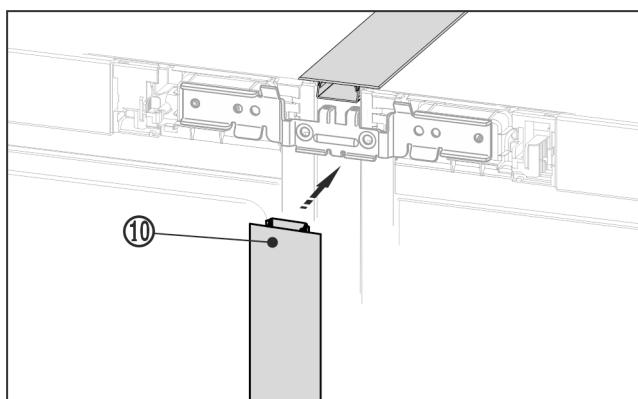

Fig. 22
- ▶ Trykk den lange dekklisten Fig. 22 (10) inn i den loddrette spalten på fremsiden. Pass på at listen står ned på forbindelsesplaten.